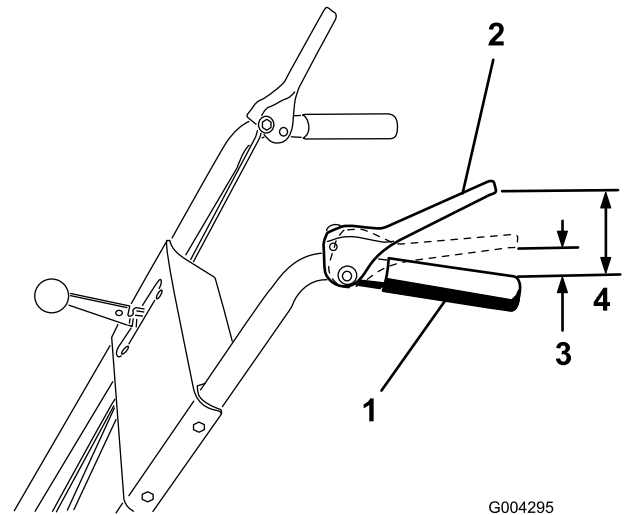

Bild 7
2. Stellen Sie die zwei Bundmutter durch Drehen der Fahrtriebsstange nach oben oder unten so ein, dass der Abstand zwischen der Oberkante des Handgriffs und der Unterkante des Fahrtriebshebels ca. 11,4 cm beträgt (Bild 7).
Hinweis: Die Einstellung ist korrekt, wenn sich die Räder nicht mehr rückwärts drehen, und der Abstand zwischen der Oberkante des Handgriffs und der Unterkante des Gasbedienungshebels 3 bis 5 cm beträgt, siehe Bild 7.